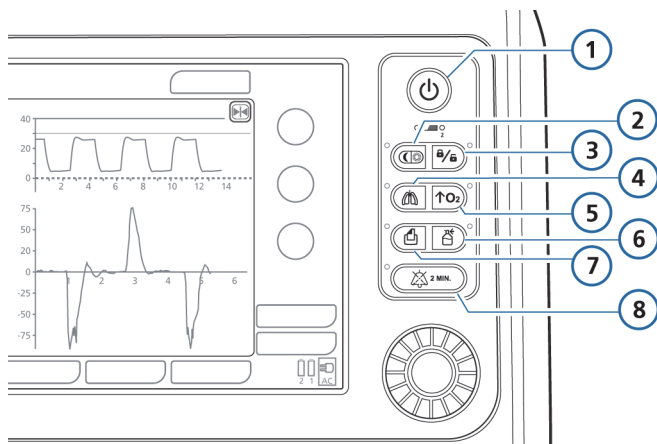

Рисунок 10-1. Клавиши специальных функций
- На выдохе нажмите и отпустите клавишу ручного вдоха (рис. 10-1).